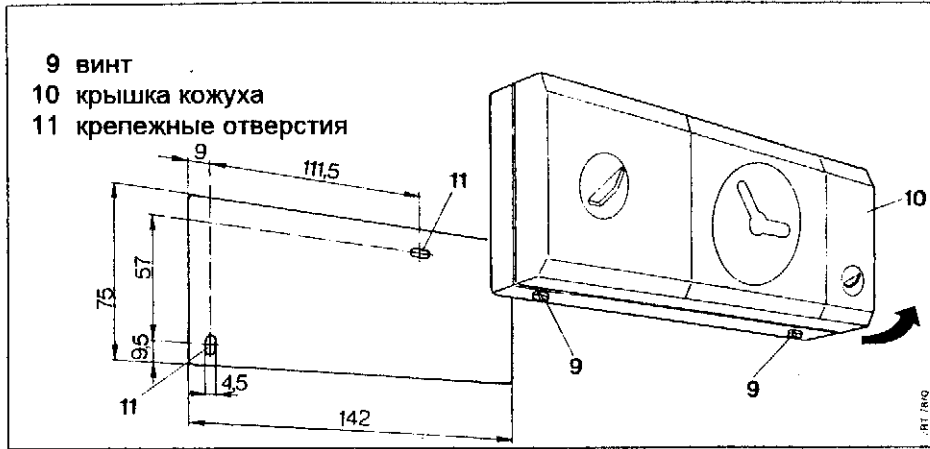
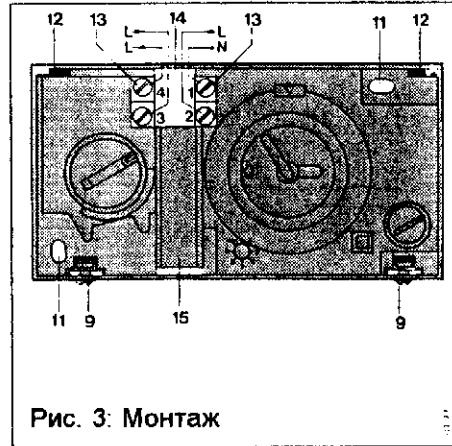

Рис. 2: Установка
Рис. 3: Монтаж
(Рис. 3...5, стр.8)
В случае скрытой проводки соединительный кабель следует провести через кабельный ввод между двумя клеммными колодками (13) (рис. 3).
10.3 Крышку кожуха (10, рис. 2) насадить на кулачки (12, рис. 3), закрыть и с помощью двух винтов (9) прикрепить к нижней части кожуха. Ввинтить предохранитель в силовой линии.
2. Снять крышку кожуха (10, рис. 2) согласно разделу 9.2, подпункты 2 и 3.
4. Вернуть на место крышку кожуха (10, рис. 2) согласно разделу 10.3.
Вынуть предохранитель из силовой линии. Снять крышку кожуха (10, рис. 2, стр. 8) соответственно раздела 9.2. Снять кнопку (25) переключателя дневной температуры (1, рис. 1), не перемещая при этом находящейся внизу оси. После этого переставить кнопку так, чтобы она показывала на температурной шкале (23) то же самое значение, что и комнатный термометр.
Крышку кожуха (10, рис. 2) насадить обратно, как описано в разделе 10.3.
Насадить обратно крышку кожуха (10, рис. 2).
Насадить обратно крышку кожуха (10, рис. 2). Вернуть на место предохранитель силовой линии.